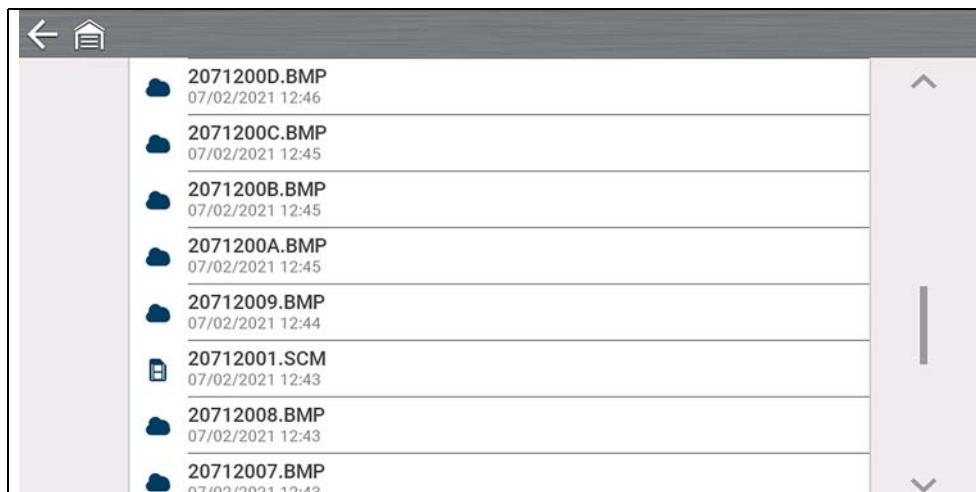

Figura 9-2
- **Todos los datos guardados:** enumera todos los archivos guardados (*Figura 9-2*)
Los escaneos de códigos y los resultados de los códigos de un solo sistema se guardan como archivos .XML y se pueden seleccionar de la lista Todos los datos guardados o la lista Scanner (*Figura 9-2*).